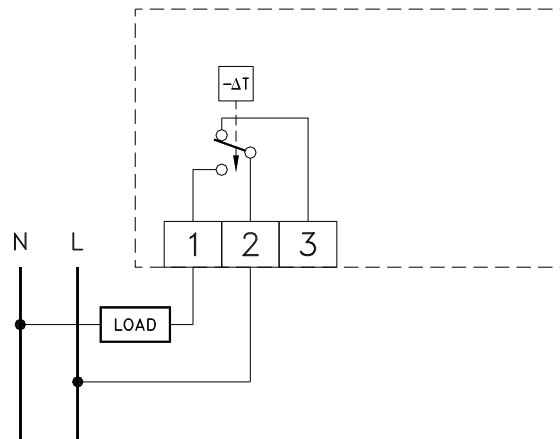

Fig. 4: Inkopplingschema
- Tag bort kåpan genom att med hjälp av något verktyg, pressa in de två plasttänderna (2) på kåpans högra sida.
- Gör de elektriska anslutningarna till plintarna på kretskortet (se schema fig. 4).
Termostat TM001 - elektrisk inkoppling (VÄRME-applikation) till t ex panna (se fig. 4):
Pumpen stannar när rumstemperaturen överstiger börvärdet. Pumpen kopplas till plint nr 1 och nollan, enligt fig. 4.
Kylventilen aktiveras/stängs när rumstemperaturen understiger börvärdet. Ventilen kopplas till plint nr 3 och nollan, i övrigt inkoppling enligt fig. 4.